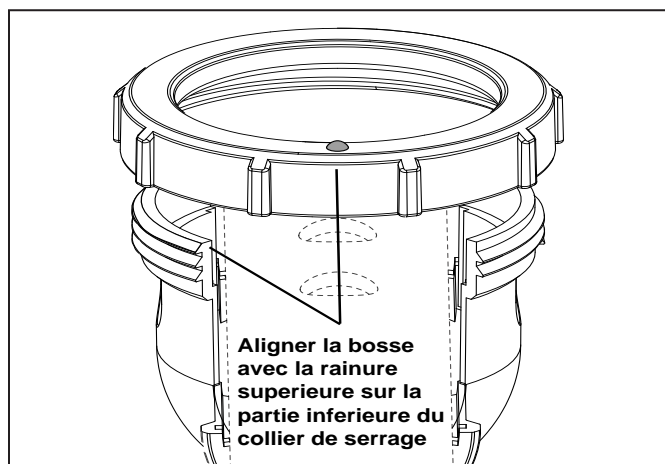

Figure 12. Alignement d'anneau de serrage
- 13 Aligner correctement l'anneau de serrage, en s'assurant que la bosse soit alignée avec la rainure supérieure (Voir Figure 12).